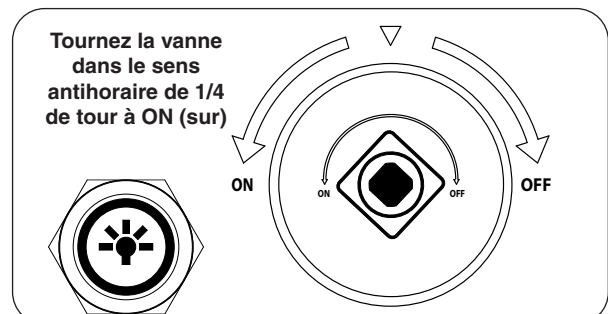

Fig. 44-2 SUR/ÉTEINDRE vanne clé détail
3. Tournez la SUR/ÉTEINDRE vanne clé de la hauteur dans le sens antihoraire de 1/4 de tour à la position **ON** (sur) (Fig. 44-2).
4. Localisez la télécommande et appuyez sur la touche **ON** (sur) (voir Fig. 44-2). La séquence d'allumage commence.